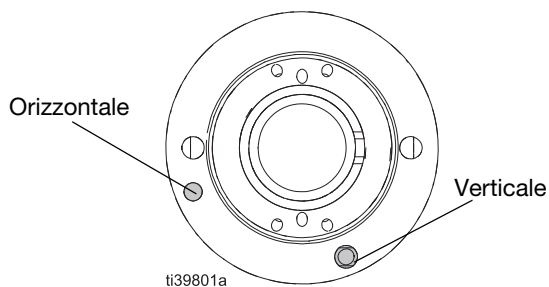

FIG. 10: Posizioni del perno di allineamento del cappello dell'aria
2. Spostare il perno di allineamento (8e) nella posizione desiderata. Vedere FIG. 10.